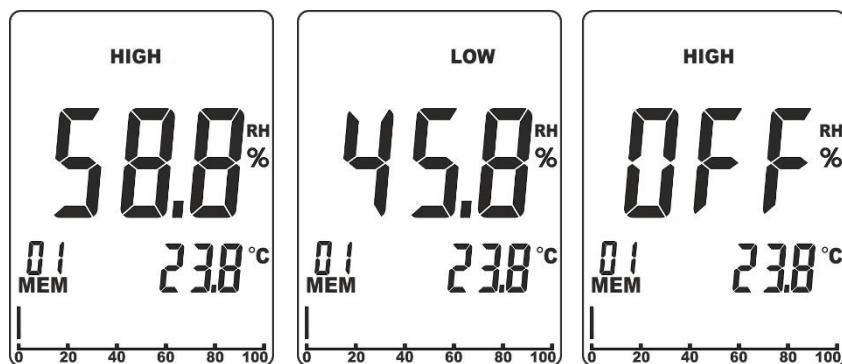

Fig. 5: Configuration des seuils d'alarme pour mesure %RH
1. Appuyer simultanément, pendant quelques secondes, sur les touches **RH%** et **MODE/ZERO**. Le symbole « HIGH » est affiché en haut de l'écran (voir Fig. 5 – à gauche)
2. Utiliser les touches flèche **◀ ou ▶** pour configurer la valeur de seuil Maximum dans le champ : **0,1% à 99,9%**. Dans ces conditions, l'instrument émettra un son **par intermittence** pour signaler que la valeur d'humidité mesurée est supérieure au seuil paramétré. Sélectionner l'option « **OFF** » pour désactiver l'alarme (voir Fig. 5 – à droite)
3. Appuyer sur la touche **MEM/ALM** pour confirmer et passer à la configuration du seuil Minimum. Le symbole « **LOW** » est affiché en haut de l'écran (voir Fig. 5 – au centre)